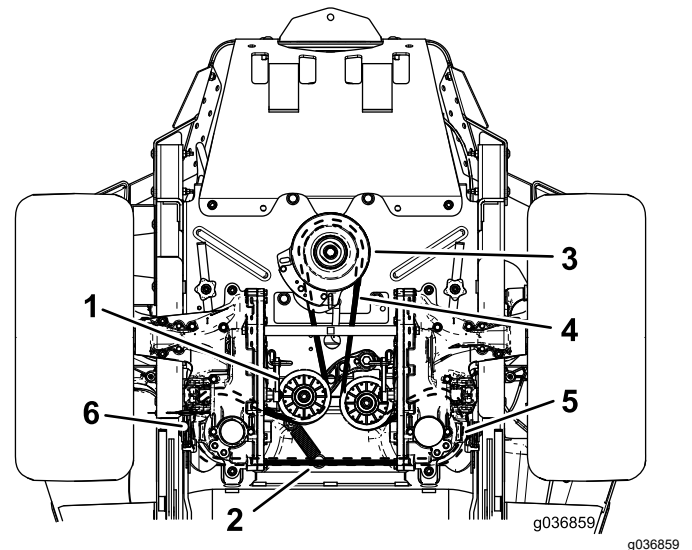

Figura 78
4. Levante la máquina y apóyela sobre gatos fijos (Figura 78).
6. Retire el muelle tensor del espárrago (Figura 78).
8. Instale la correa nueva alrededor de la polea del motor y de las 2 poleas de la bomba hidráulica (Figura 78).